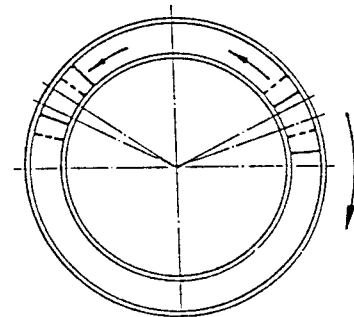

図1-32 対称に取付いていない場合は、一方の駒を上げ、他方の駒を下げる。
- ③ 2個のバランス駒の対称性を調べる。
- この場合は、一方の駒をわずかに上げ、また他方の駒を同量だけ下げる形で移動し、バランスがとれるまでこの作業をくり返す(図1-32)。